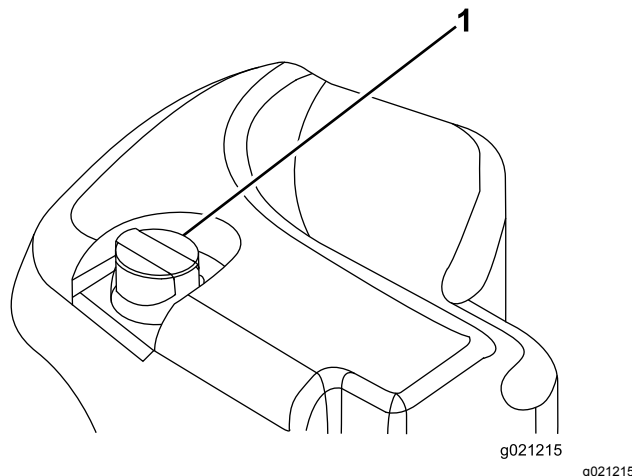

図 30
2. 油圧オイルタンクの注油口周辺をきれいに拭き、キャップ 図 30 を外す。給油口からキャップを取る。